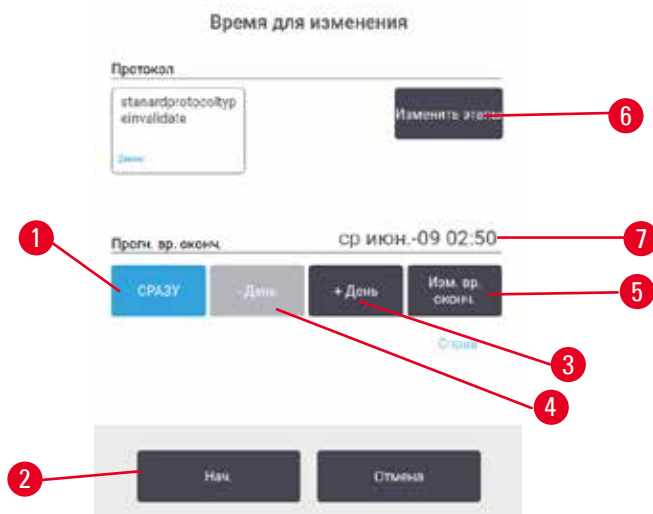
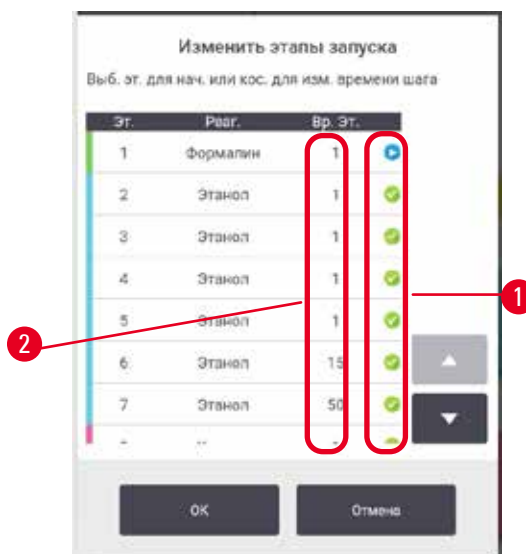

Рис. 53
Рис. 55
Очередность запуска протокола можно определить в диалоговом окне **Время для изменения** (→ Рис. 53). Диалоговое окно открывается после загрузки протокола, ID ввода корзин и количества кассет (→ стр. 80 – 5.5.2 Изменение первого шага для единичного запуска).
1. Начните запуск протокола в обычном порядке с экрана **Статус** и продолжайте, пока не откроется диалоговое окно **Время для изменения** (→ Рис. 53). Нажмите кнопку **Изменить шаги** (→ Рис. 53-6), чтобы открыть диалоговое окно **Изменить шаги протокола** (→ Рис. 55).